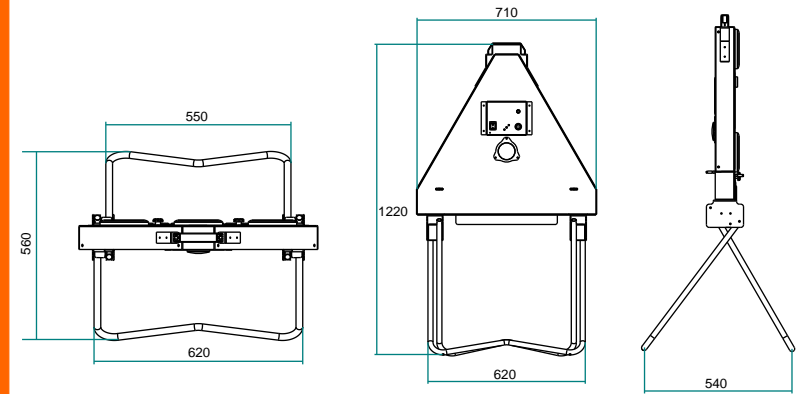

Figure 1. Dimensions du triangle au sol déployé
- Position déployée (Figure 1.)